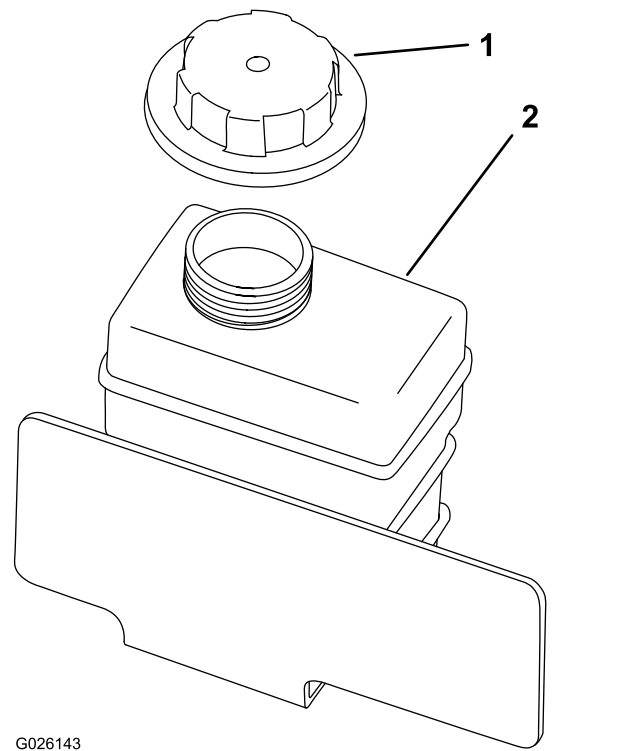

Figura 18
2. Compruebe el nivel de refrigerante del depósito auxiliar (Figura 18).